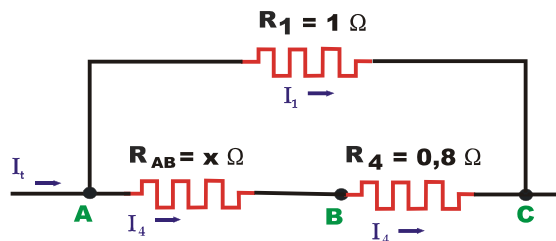

Figura 36 Primer circuito transformado
- 1°. Ver las forma de sustituir pequeños conjuntos por su valor equivalente. En este caso, **R₂** y **R₃** son dos resistencias en paralelo y quedaría como indica la figura 36